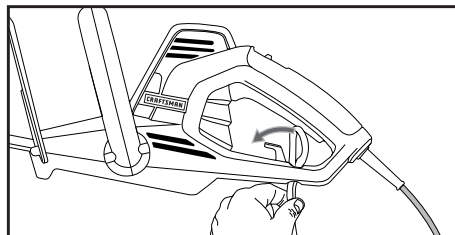

Fig. 2A
1. Cord retainer (See Fig. 2A, 2B, 2C)